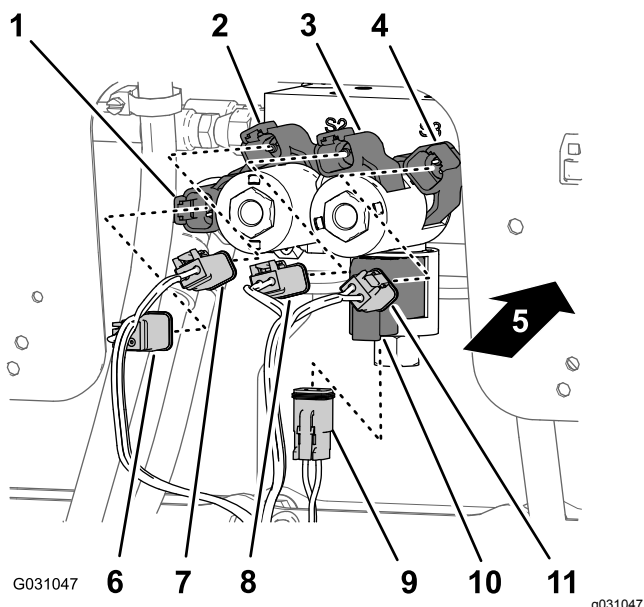

Figura 132
- 1. Nella parte inferiore del collettore del cilindro di sollevamento, collegate il connettore a 2 prese del cablaggio preassemblato posteriore indicato come **Attivazione solenoide** al connettore a 2 pin per l'attivazione del solenoide (Figura 131 e Figura 132).
2. Nel solenoide inferiore destro, collegate il connettore a 2 prese del cablaggio preassemblato posteriore indicato come **In basso a destra** al connettore a 2 pin per il solenoide in basso a destra (Figura 131 e Figura 132).
3. Nel solenoide superiore destro, collegate il connettore a 2 prese del cablaggio preassemblato posteriore indicato come **In alto a destra** al connettore a 2 pin per il solenoide in alto a destra (Figura 131 e Figura 132).
il solenoide in basso a sinistra (Figura 131 e Figura 132).